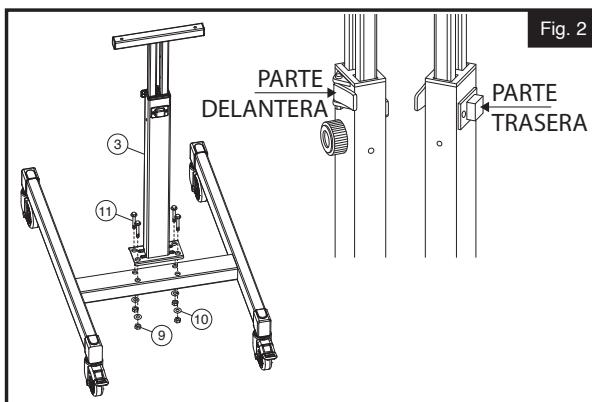

Fig. 2
4. Instale el marco de soporte (3) en el marco de la base como se muestra, prestando atención a la orientación delantera y trasera. La parte delantera del marco de soporte debe mirar hacia los extremos más largos de las patas del marco de la base. Inserte cuatro pernos M6 (11) a través de los orificios y sujételos con arandelas M6 (10) y tuercas de seguridad M6 (9) utilizando las dos llaves de 10 mm (14). (Fig. 2)